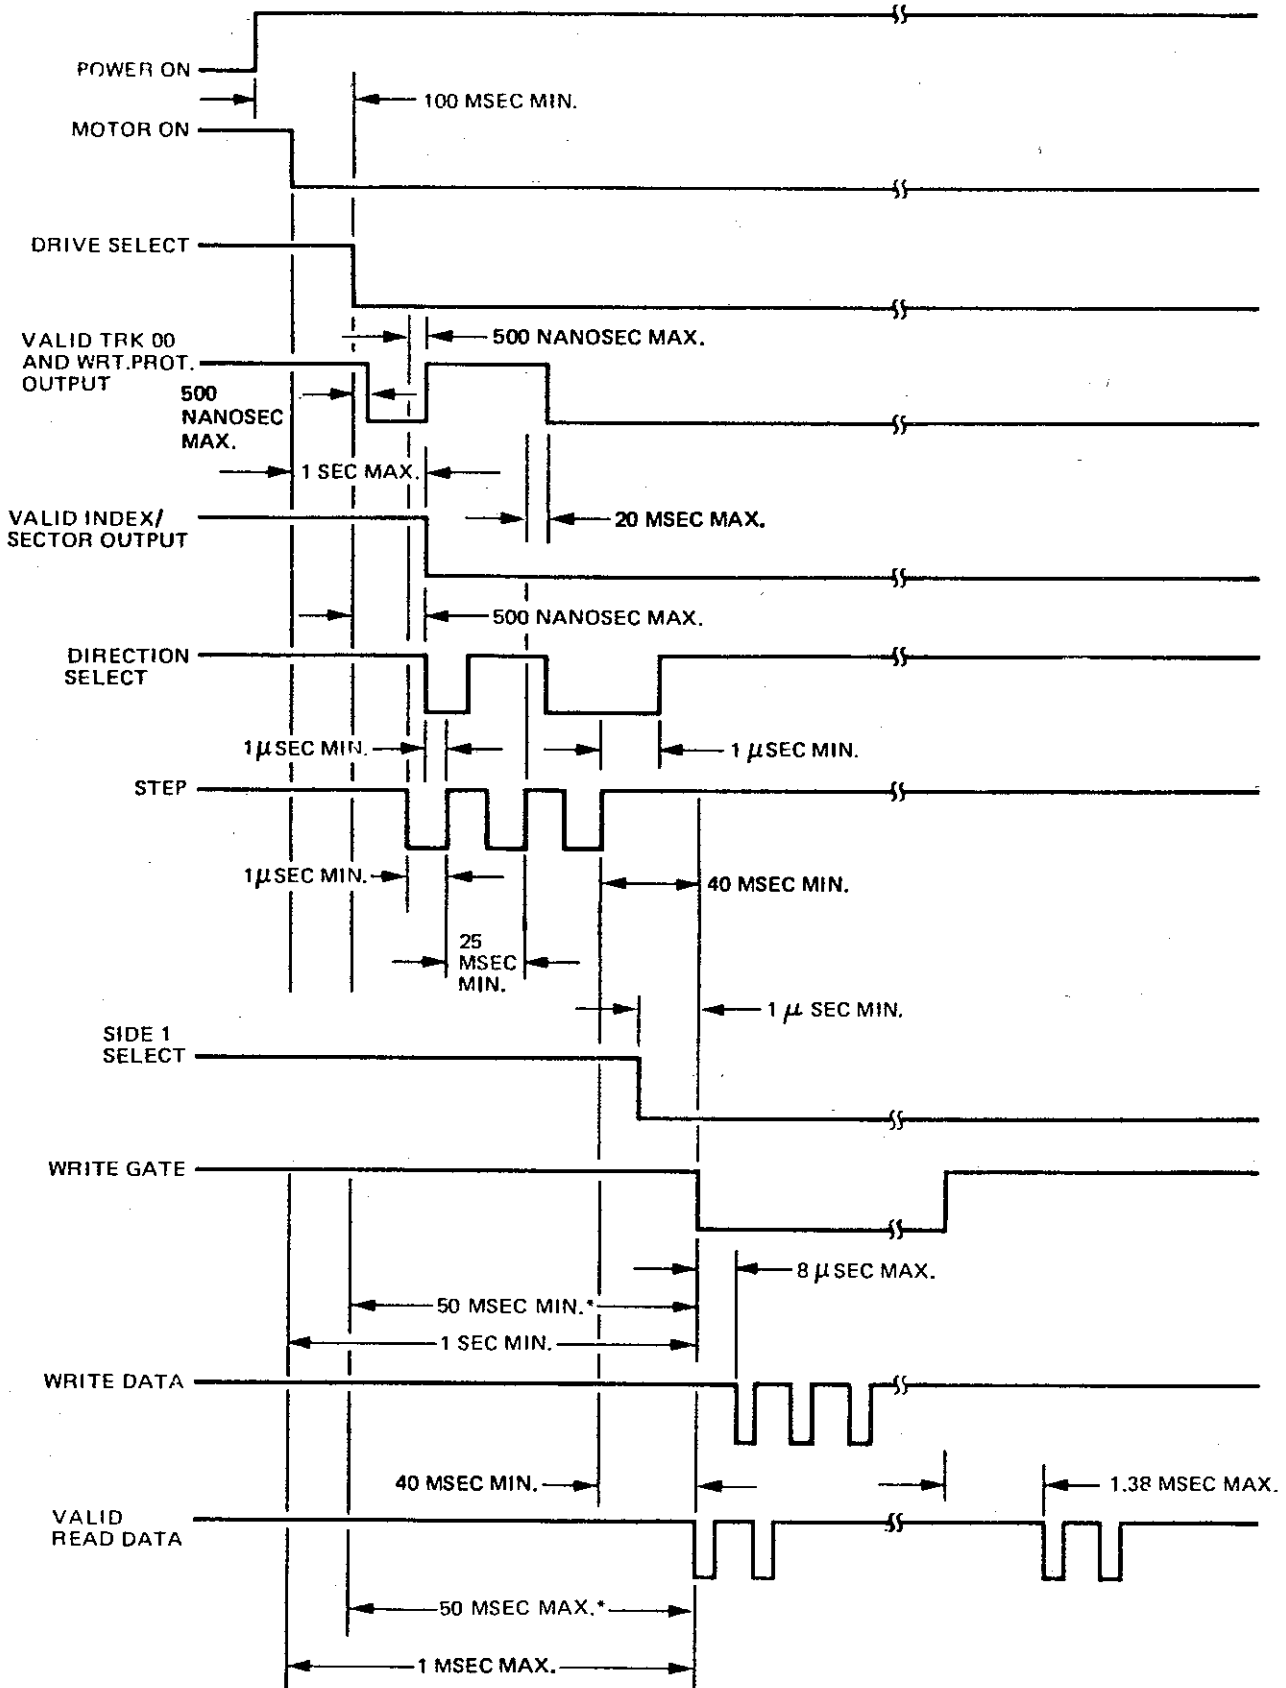

Bild 8 Eingangssignale
3.4.2.1 Eingangssignale (Bild 8)